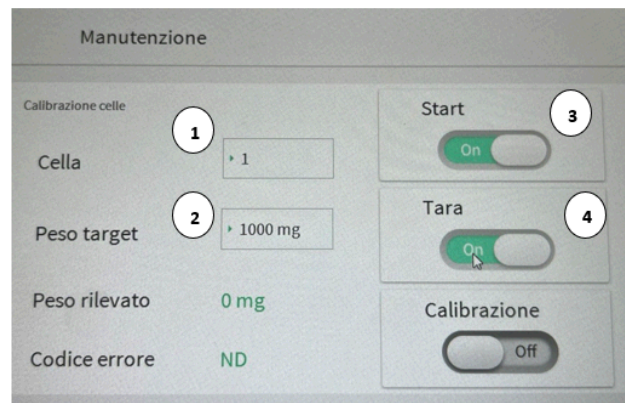

Fig.27
4. Successivamente inserire il numero della cella che si desidera calibrare nel campo 1 (Fig.27), il peso target è già impostato ed è pari a 1000mg (Fig.27-2).